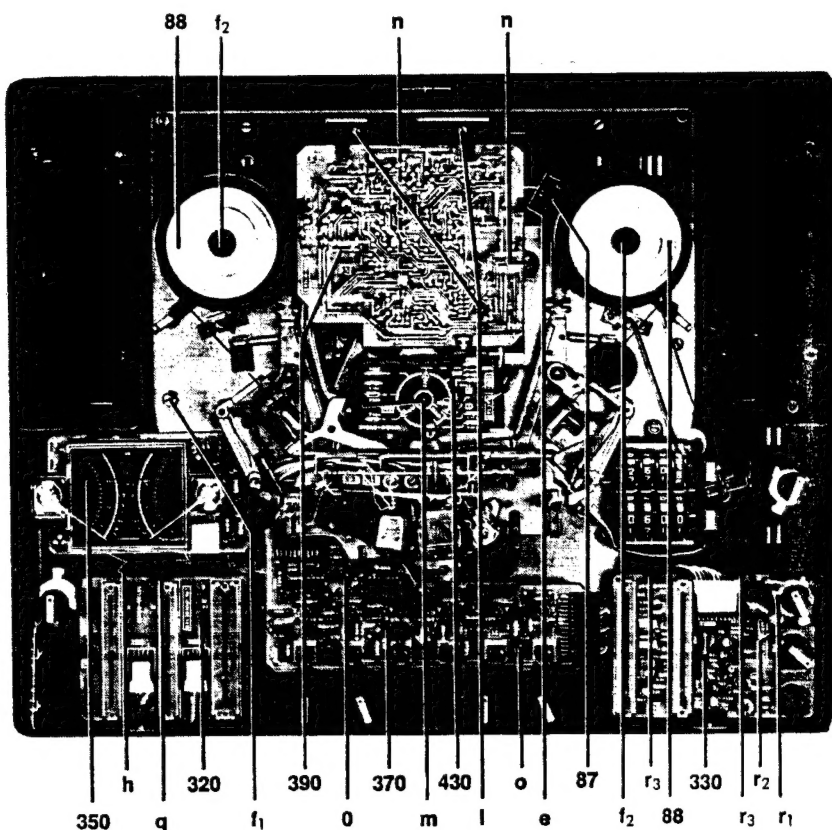

Abb. 7 Bauteile ausbauen
11. Spulenteller 88 [Abb. 7]
12. Steuergehäuse 87 für Optokoppler [Abb. 7]
- 15. Laufwerk-Steuerelektronik 390 [Abb. 7]**
- 16. Nachlauf-Steuerplatte 430 [Abb. 7]**
- 17. Sensor-Einheit 370 [Abb. 7]**
- 18. Instrumenten-Baustein 350 [Abb. 7]**
- 19. Pegelregler-Baustein 320 [Abb. 7]**
- 20. Lautstärke-Kopfhörer-Baustein 330 [Abb. 7]**